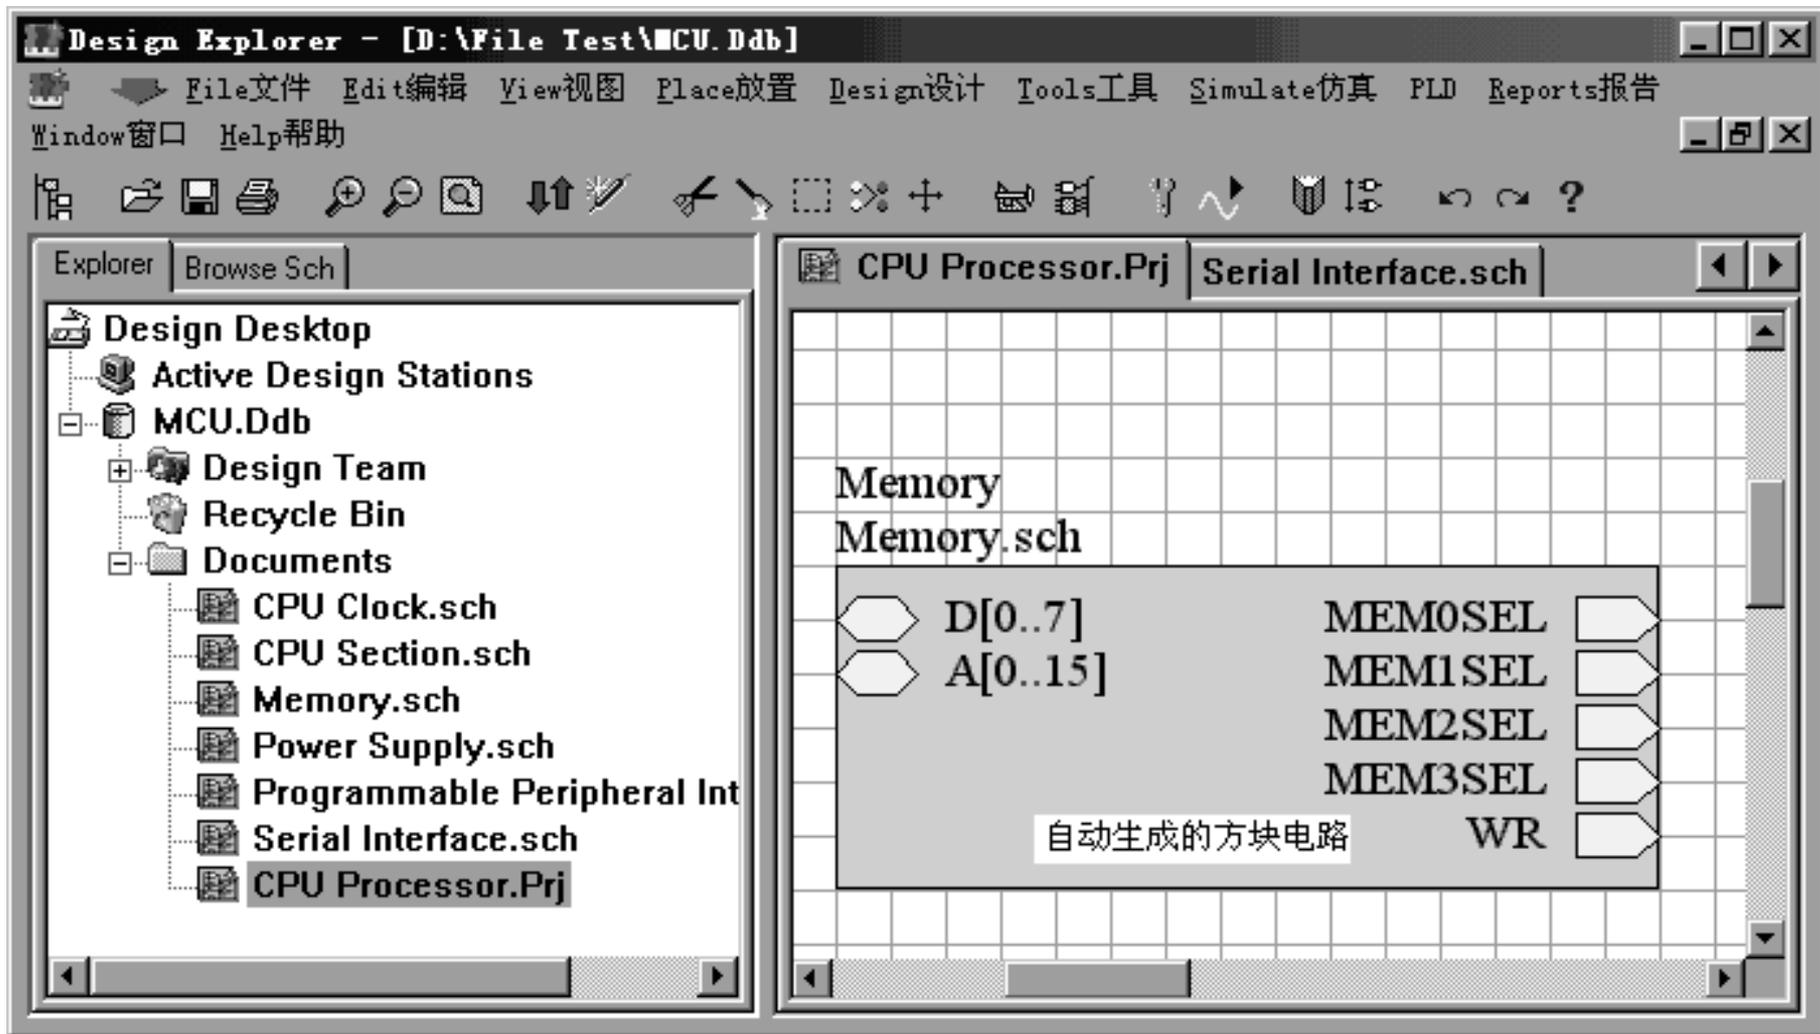

图3-19 由Memory.sch模块电路原理图文件产生的方块电路
(6) 单击“No”（即不改变方块电路I/O端口的输入/输出特性）按钮后，在项目文件窗口内出现了一个随光标移动而移动的方块电路（必要时也按下Tab键，修改方块电路的属性），将光标移到适当位置后，单击左键固定，即可获得包含了方块电路I/O端口的方块电路，如图3-19所示。